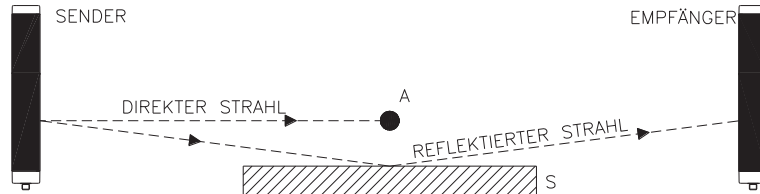

Bild 8 – Reflektierende Oberflächen
**!** Reflektierende Oberflächen in der Nähe der Lichtschranke können zu falschen Reflektionen führen, die die Erfassung verhindern. Mit Bezug auf Bild 8, wird der Gegenstand **A** aufgrund der Fläche **S** nicht erfasst. Es muss daher ein Mindestabstand **d** zwischen eventuellen reflektierenden Oberflächen und dem geschützten Bereich eingehalten werden. Der Mindestabstand **d** muss abhängig vom Abstand **l** zwischen Sender und Empfänger berechnet werden und unter Berücksichtigung, dass der Projektions- und Empfangswinkel  $\pm 5^\circ$  beträgt.